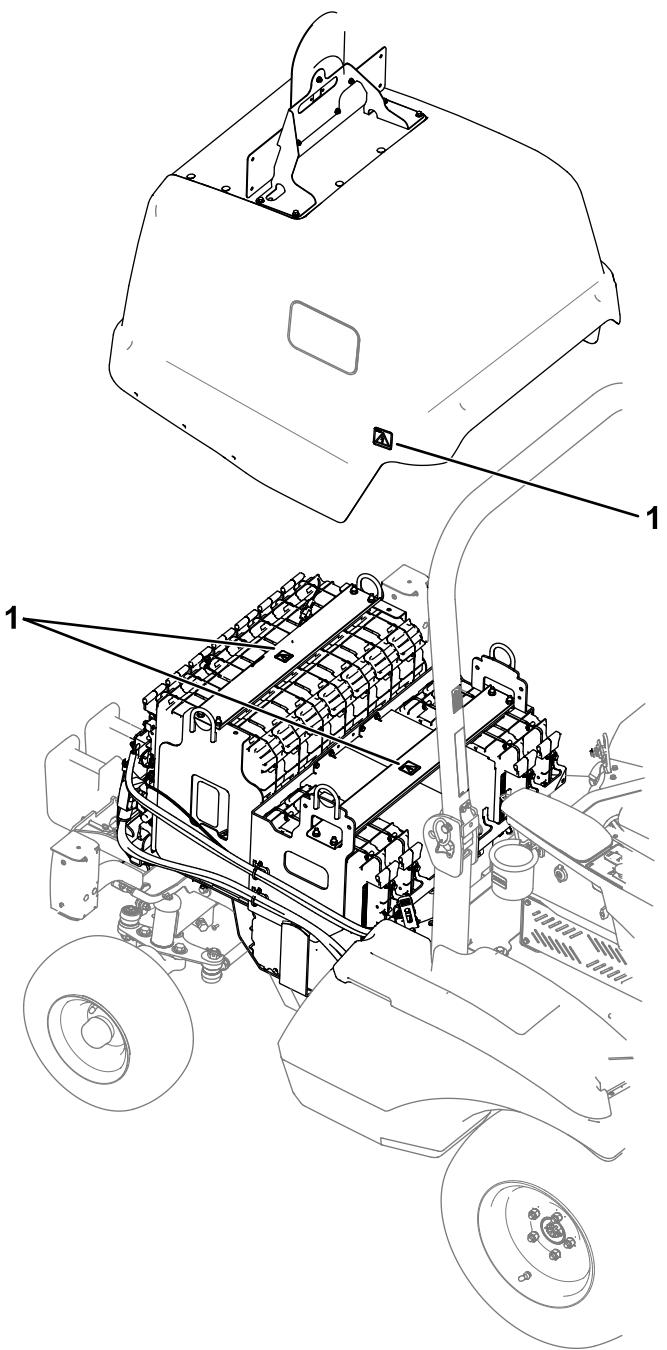

Bild 40
- Haube (Bild 40 und Bild 41)
- Kanalhalterungen im Batteriefach (Bild 40)